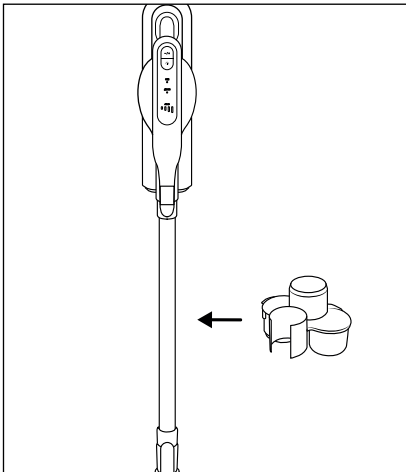

Abb. 19
- ◆ Befestigen Sie die Zubehöralterung **17** am Saugrohr **24** (siehe Abbildung 19).